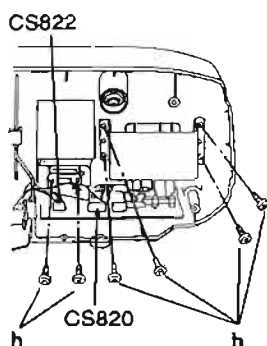

Abb. 13 Fig. 13
7. Netzteilplatte ausbauen (Abb. 13)
7. Removal of the Power P.C.B. (Fig. 13)